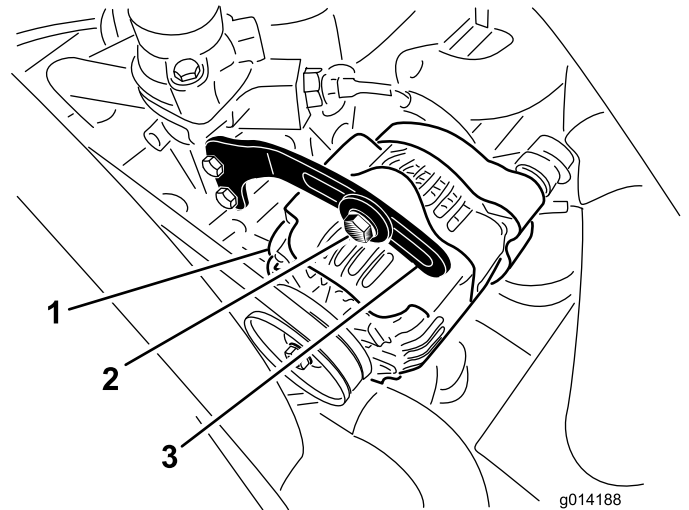

Figura 49
2. Compruebe la tensión de la correa del alternador flexionándola (Figura 49) en el punto intermedio entre las poleas del alternador y del cigüeñal con una fuerza de 10 kg.
3. Afloje el perno que sujeta el tirante al alternador (Figura 49), y el perno de pivote del alternador.